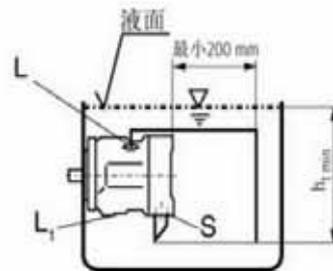

图 3
a) 当油箱的最低液面在泵顶端之上，则“L₁”口堵，“L”和“S”可开放并接管见图3。